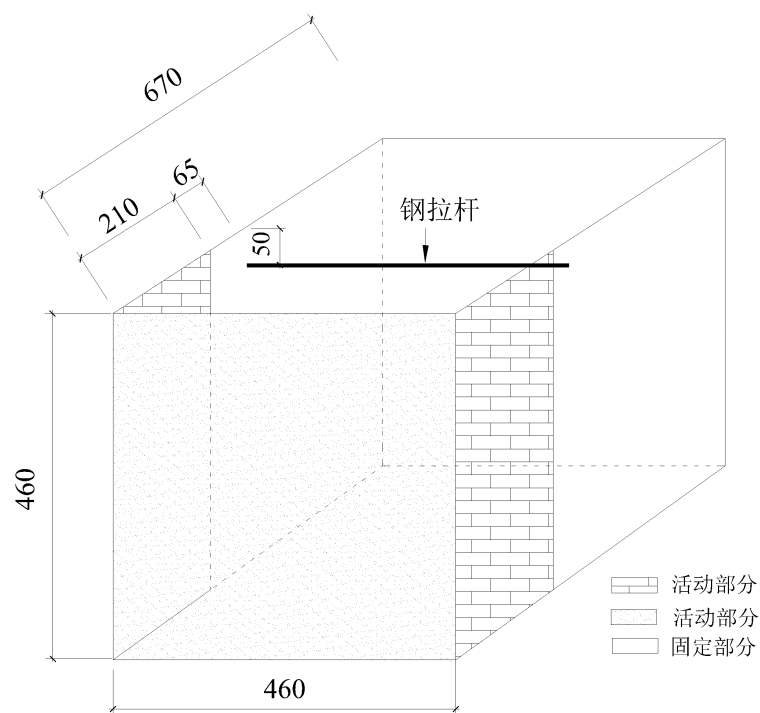

图 1 模型箱示意图 (单位: mm)
模型箱为一立方体（净尺寸 670mm×460mm×460mm），整体采用有机玻璃制成，顶部开口，前面板和两个侧板可活动（图 1），在挡墙工作时将被移除。
- (1) 模型箱四周围板和底板采用有机玻璃板，厚度为 8mm；
- (2) 板内表面平整；
- (3) 一个正面和局部侧面可活动（图 1），使用插销和铰链与箱子其他部分进行固定；
- (4) 底板为全尺寸，只有活动面板和局部侧面板被移除；
- (5) 设置钢拉杆固定两侧面板，以确保两面板的平行；
- (6) 为便于压实砂土试样，箱壁刻有刻度线，间距 50mm。